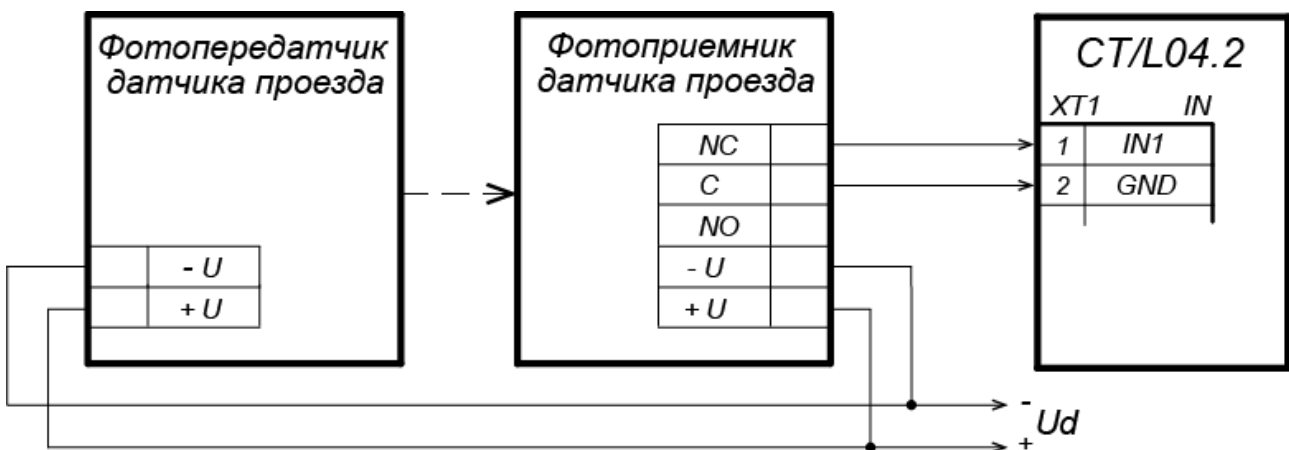

Рисунок 9. Схема подключения датчиков проезда
3. Датчик проезда подключается к клеммной колодке **XT1** нижней платы контроллера согласно схеме, представленной на рис. 9. Для подключения используйте тип кабеля №4 (см. табл. 5). При подключении нескольких датчиков их выходы включаются последовательно.